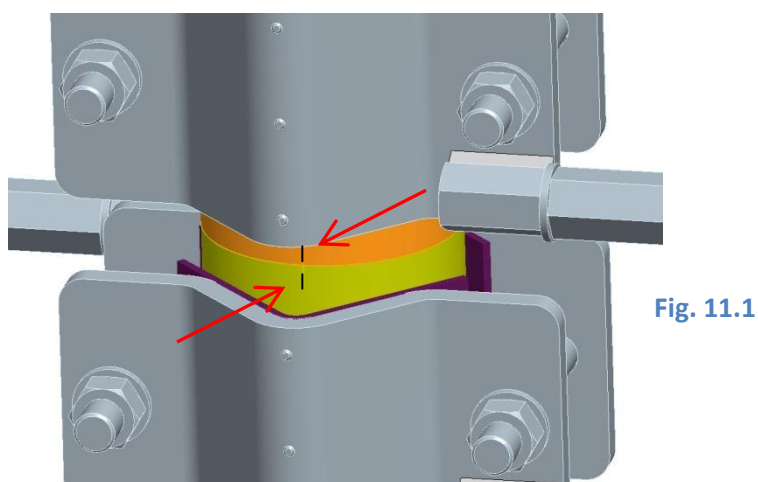

Fig. 11.1
2. Avvicinare i due spezzoni e avvitare stelo superiore con lo stelo inferiore, ruotando lentamente ed evitando forzature. **ATTENZIONE:** una volta chiuso il pistone, svitare di mezzo giro, quindi riavvitare velocemente per la chiusura finale. Controllare che i due riscontri siano allineati (Fig. 11.1).
*Move close the two parts and screw upper rod on lower one, turning slowly and avoiding forcing. **CAUTION:** After closing the rod, unscrew half a turn and then screw quickly for the final closure. Check the alignment of two parts (Fig. 11.1).*